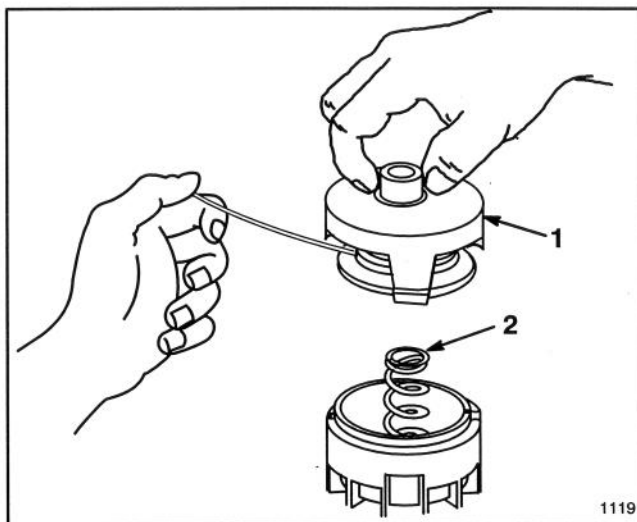

Figure 20
3. S'il y a encore du fil dans la bobine, en tenir l'extrémité avec une main pour empêcher la bobine de se dérouler et, avec l'autre main, tenir la bobine et soulever la bobine et le capuchon en même temps (Fig. 20).